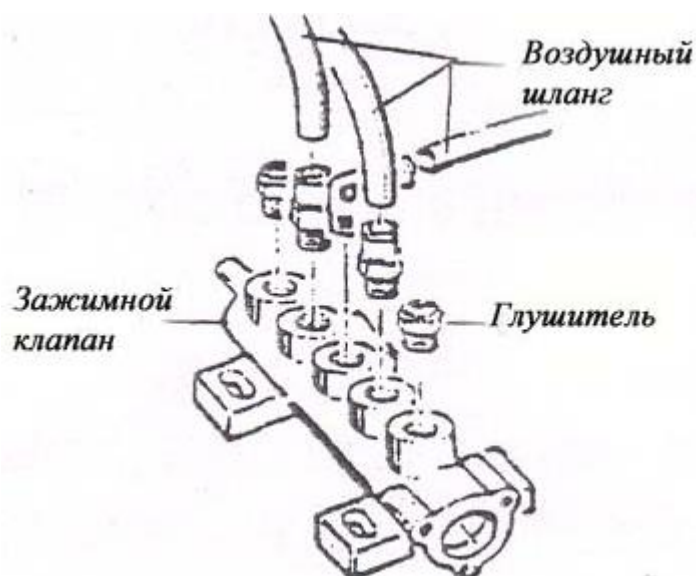

Рис. 11.
11. Для чистки или замены клапана отжима борта, см. шаги 8,9 и 10 (рис. 11).